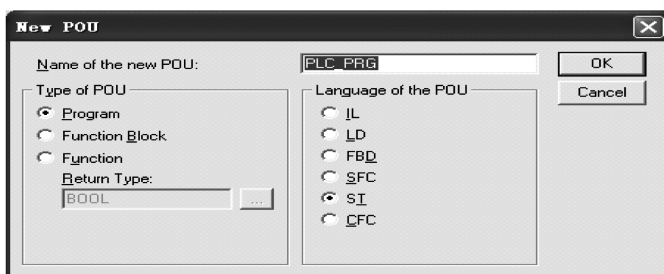

图 5-26 创建 PLC_PRG
3) 创建 PLC_PRG 并选择编程语言 ST，如图 5-26 所示。